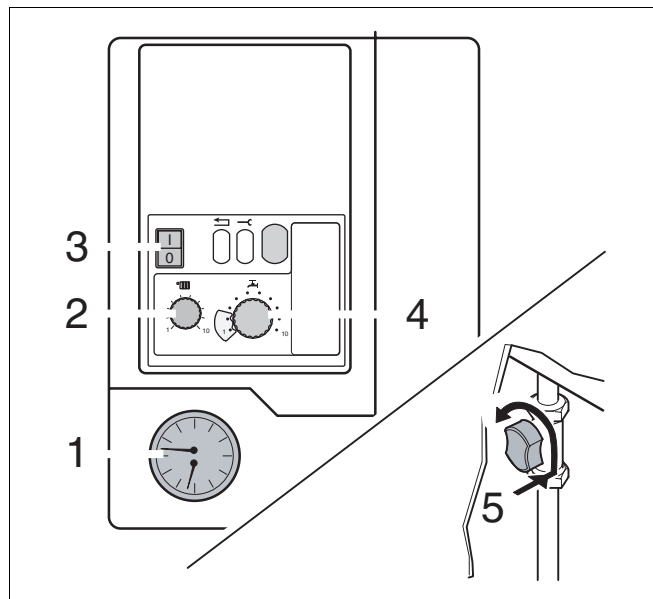

Fig. 1 Pannello di servizio, display pressione, rubinetto di intercettazione del gas
- Verificare la pressione dell'acqua (fig. 1, pos. 1). Se la pressione è inferiore a 1,0 bar è necessario riempire l'impianto di acqua e sfiatarlo. Pressione max.dell'acqua 2,0 bar. Qualora si verificano frequenti perdite d'acqua, richiedere l'intervento di una ditta specializzata per individuare la causa ed eliminarla.
- Regolare la temperatura di mandata nel regolatore (fig. 1, pos. 2) mediante tab. 1.
- Regolare la temperatura dell'acqua calda nel regolatore (fig. 1, pos. 4) mediante tab. 2.
- Aprire il rubinetto d'intercettazione del gas: esercitare una pressione e ruotare a sinistra in posizione verticale (fig. 1, pos. 5).
- Porre l'interruttore di rete (fig. 1, pos. 3) su posizione "I". L'apparecchio avvia ora il programma iniziale e dopo ca. 30 s si accende il bruciatore.